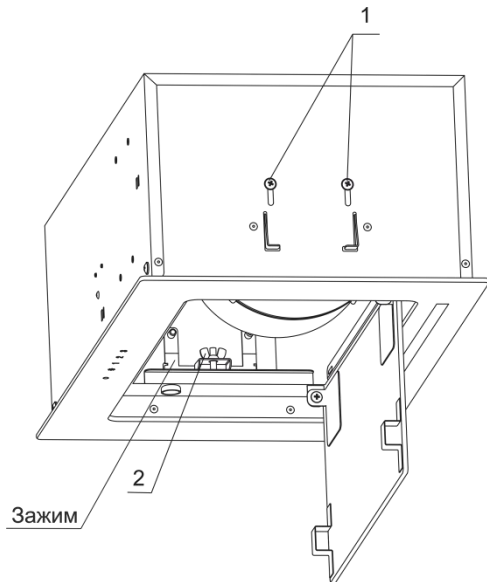

Рис.5
6.5.1 Викруткою, відпустіть з обох сторін на 0,5 оберту чотири гвинти (позиція 1 рис.5). Після цього відкрийте внутрішнє скло і витягніть жиरोуловлюючий алюмінієвий фільтр.
6.5.2 Рукою, по обидва боки, відкрутіть на 5 обертів (повністю не відкручувати) гайку барашкову (позиція 2 рис.5).
6.5.3 Вставте витяжку в прорізаний прямокутний отвір, злегка натиснувши пружні зажими. Рукою, по обидва боки, закрутіть гайку барашкову (позиція 2 рис.5) до повного прилягання витяжки до дна нижньої полиці навісний меблевої шафи.